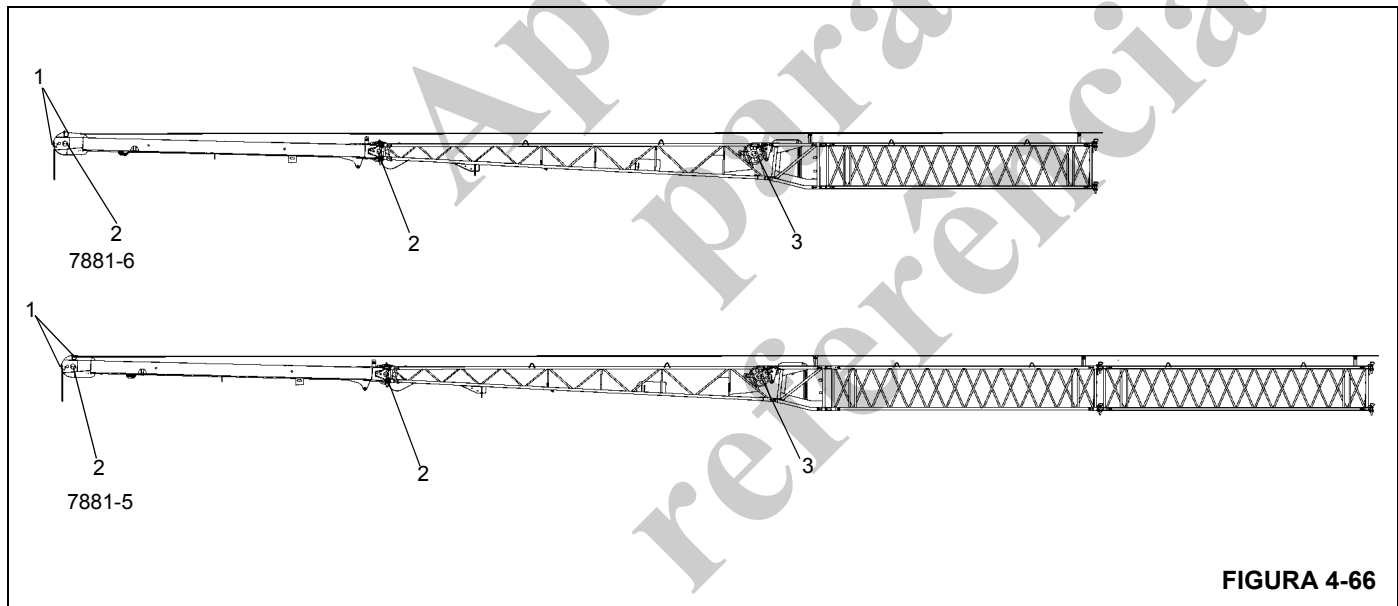

FIGURA 4-66
1. Remova os roletes e as hastes de retenção do cabo de elevação (1) (Figura 4-66).
2. Passe o cabo de elevação pela polia defletora (3), se utilizada, e pela polia da cabeça (2) na seção de 33 pés (10,1 m) ou na seção de 23 pés (7 m). Coloque todos os roletes e hastes de retenção do cabo de elevação de volta no lugar e prenda-os com pinos de retenção.
2. Remova os roletes e as hastes de retenção do cabo de elevação (1) (Figura 4-66).
3. Retire o cabo de elevação da polia da cabeça (2) e da polia defletora (3), se usada e coloque-o no solo no lado esquerdo.